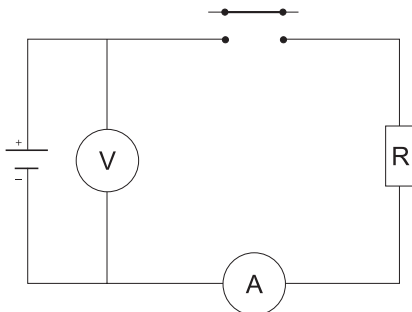

Fig. 5.1
2. Réaliser le montage représenté à la figure 5.1, le cavalier n'étant pas mis en place (circuit ouvert).